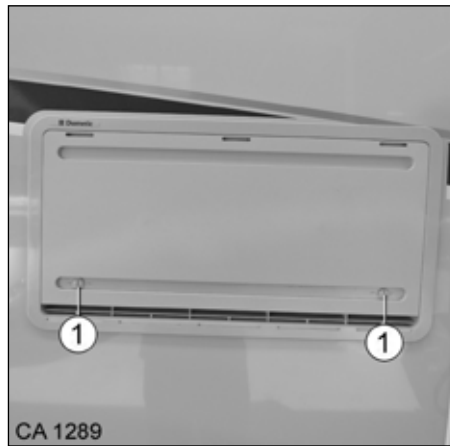

Fig. 115 Recouvrement d'hiver du frigo
1. A l'aide d'un objet plat (clé du véhicule p. ex.), placer les verrous tournants (Fig. 115, pos. 1) horizontalement.
2. Placer les verrous tournants (Fig. 115, pos. 1) verticalement.